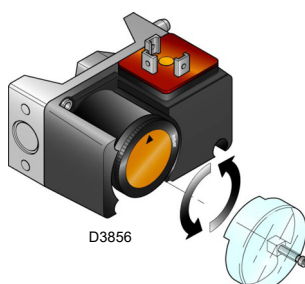

Fig. 23
- Regular el presostato gas de máxima (Fig. 23) al final de la escala.